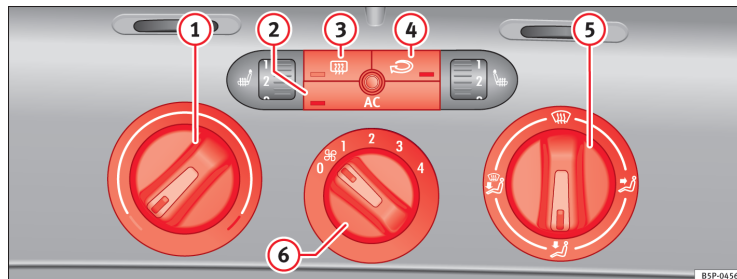

Fig. 107 I instrumentpanelet: betjeningselementer til Climatic
– Du kan indstille temperaturen, luftfordelingen og blæsertrinet med kontakterne ⇒ Fig. 107 ①, ⑤ og ⑥.
– Tryk på knappen ②, ③ eller ④ for at aktivere eller deaktivere den pågældende funktion. Når funktionen er aktiveret, lyser kontrollampen nederst på knappen.
- ① Kontakt til temperaturregulering ⇒ Side 148
- ② Knap – tilslutning/afbrydelse af airconditionanlæg ⇒ Side 148
- ③ Knap – elbagrude. Når elbagruden har været tilsluttet i ca. 20 min., bliver den automatisk afbrudt. Du kan afbryde elbagruden før tid ved at trykke på knappen.
④ Knap – recirkulationsfunktion ⇒ Side 149
⑤ Kontakt til luftfordeling ⇒ Side 148
⑥ Blæserkontakt. Lufttilførslen kan reguleres i fire trin. Blæseren bør altid køre i det laveste trin, når bilen kører langsomt.
- Tilslut airconditionanlægget ved at trykke på knappen ⇒ Fig. 107 .